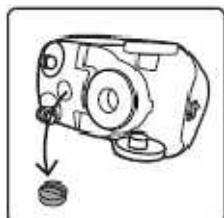

fig.31
2. Positionnez la base sur le côté et dévissez le bouchon de vidange situé sous l'appareil. (fig.31)